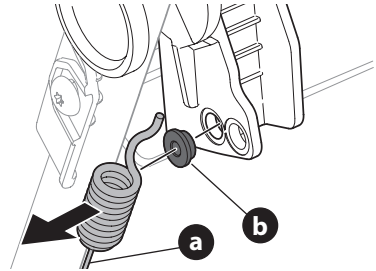

Figure 31
3. Décrochez le câble (a) et retirez le coussinet en métal (b) de la commande d'entraînement en plastique. Voir Figure 31.